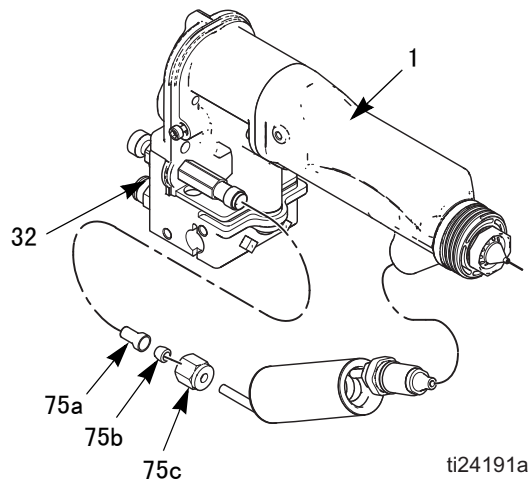

图 10. 高导电率转换配件包
7. 确保枪管尾部螺纹清洁干燥。在流体管接头螺纹和 O 形圈上涂抹 Graco 绝缘润滑脂（部件号 116553）。将接头穿入枪管入口。参见图 10。